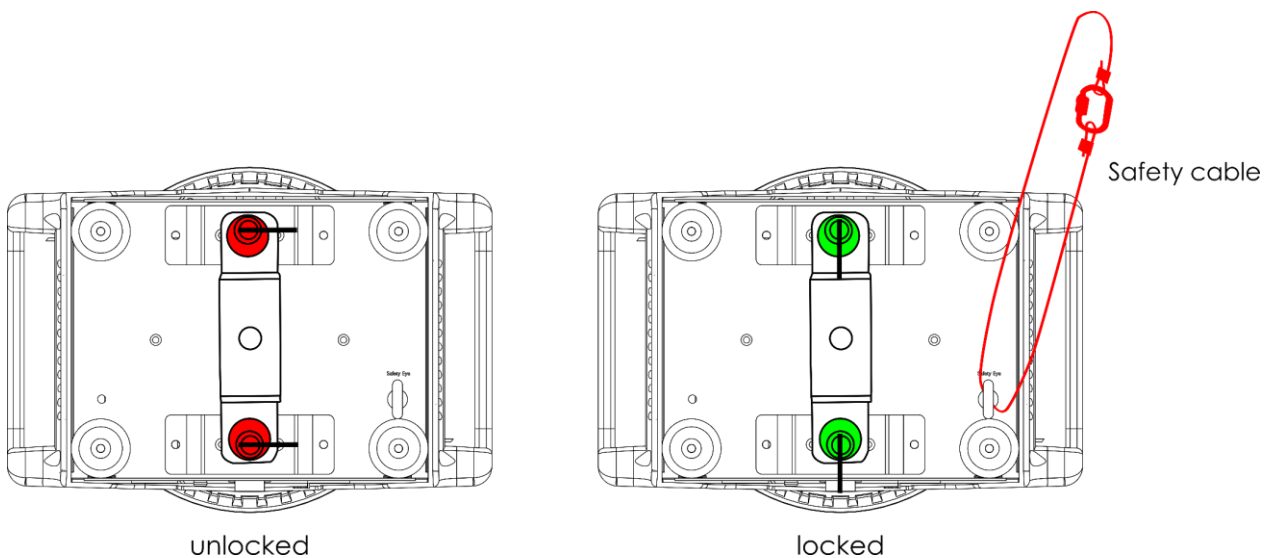

Fig. 10
- 02) Fissare la staffa di bloccaggio rapido, fornita con il dispositivo, sui **fori di montaggio della staffa di bloccaggio rapido (11)**, come mostrato nella Fig. 10.
- 04) Assicurare il dispositivo con una sospensione secondaria, ad esempio un cavo di sicurezza. Assicurarsi che la sospensione secondaria sia in grado di sostenere 10 volte il peso del dispositivo. Se possibile, la sospensione secondaria deve essere collegata a una struttura di supporto indipendente dalla sospensione primaria. Far passare il cavo di sicurezza attraverso l'occhiello di sicurezza come mostrato in Fig. 10.